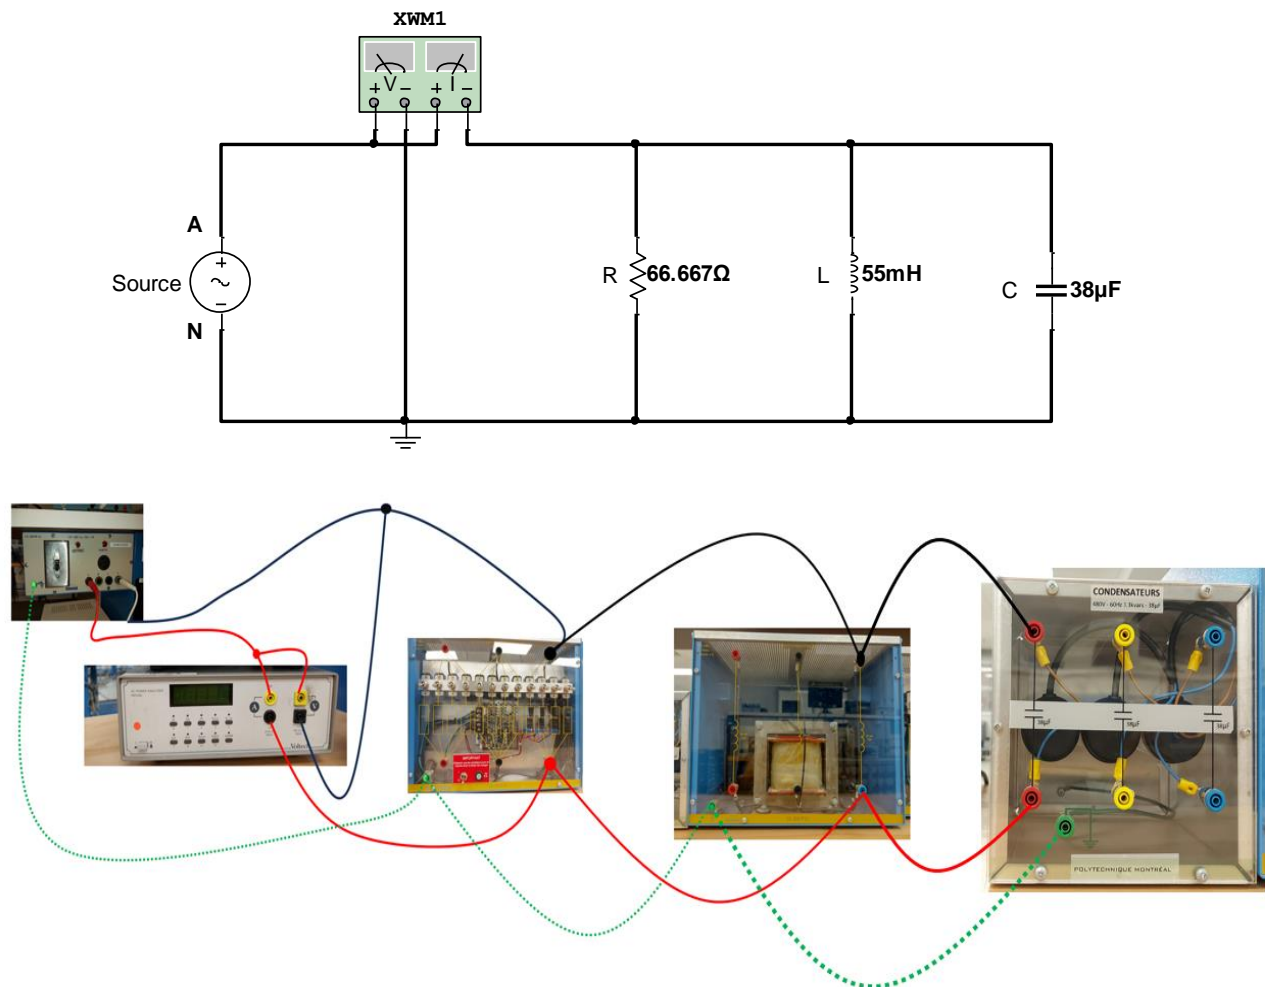

Figure 23. Schéma de principe et de montage pour l'expérience 5
**DANGER** : la mise à la terre doit être réalisée sur les trois boitiers montrés sur la **Figure 23**.